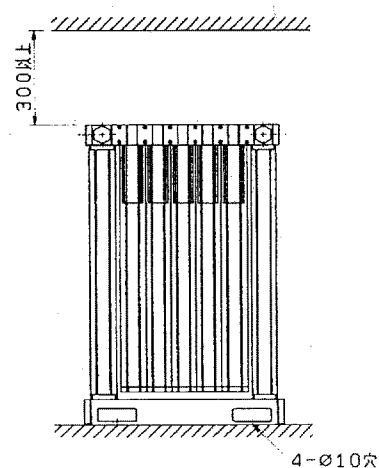

図6
3) スーパードライヤの上部は 300mm 以上のメンテナンススペースを取ってください。(図6参照)